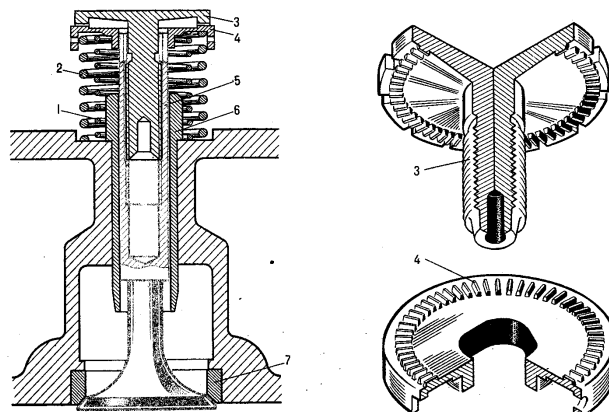
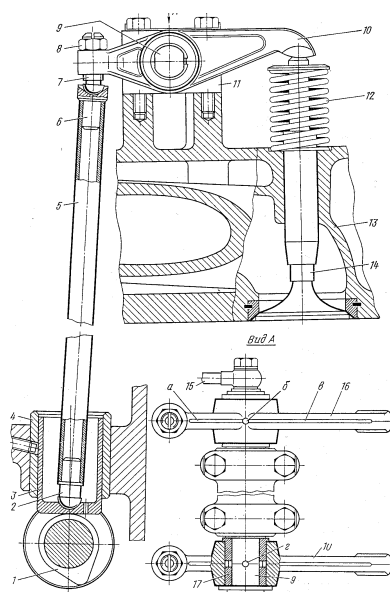
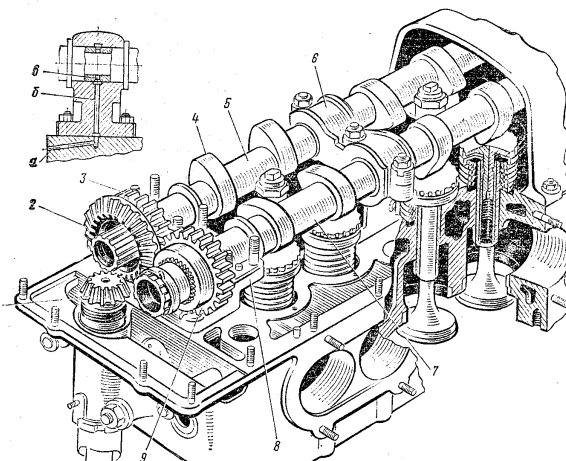

Рисунок 3 - Клапан высокооборотного дизеля с верхним расположением распределительного вала
Рисунок 5 - Клапанный привод двигателя Ч18/22 с нижним расположением распределительного вала
Рисунок 6 - Распределительный вал двигателя типа Д6
2. При регулировании теплового зазора поршень устанавливается в В.М.Т. на такте сжатия. В этом случае между торцом штока и клапанным рычагом (см. рис.5) или между кулачной шайбой и тарелкой клапана при верхнем расположении распределительного вала (см. рис.6) образуется тепловой зазор, значение которого определяется с помощью щупа.
3. В приводах с верхним расположением распределительного вала для увеличения теплового зазора смещают вниз замковую тарелку 4 (см. рис.3) и ввертывают тарелку 3 в шток клапана 5, для уменьшения зазора, наоборот, вывертывают тарелку 3 из штока. В приводах клапанов с нижним расположением распределительного вала величина зазора устанавливается с помощью винта 6 (см. рис.5), при ввертывании винта зазор уменьшается, при вывертывании винта зазор увеличивается. Схема регулировки теплового зазора, представлена на рисунке 7.